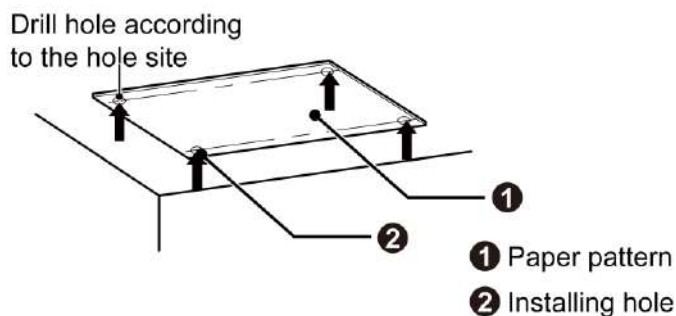
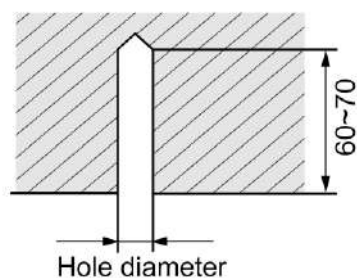

Fig. 4.1.2
Fig. 4.1.3
- 1) Fissare la dima di cartoncino di riferimento nella posizione di installazione; praticare 4 fori in corrispondenza dei punti indicati sul cartoncino come mostrato nella Fig. 4.1.2; il diametro dei fori deve corrispondere al diametro dei tasselli ad espansione e la profondità deve essere compresa tra 60 e 70 mm, come illustrato nella Fig. 4.1.3.